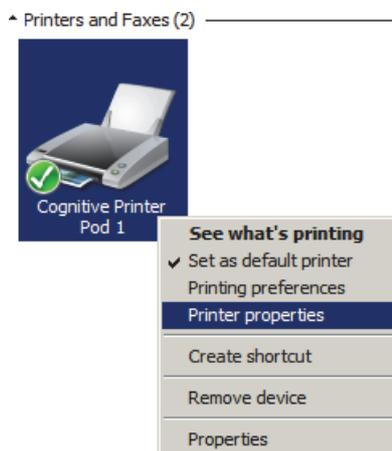

Figure 158 : Sélectionner les propriétés d'imprimante
4. Faites un clic droit sur l'icône de l'imprimante Cognitive et sélectionnez **Printer Properties** dans le menu contextuel tel que montré dans Figure 158.